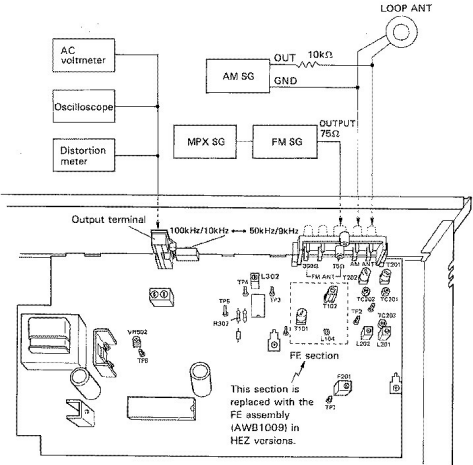

Fig. 6-1 Connection points and Adjustment points
- Les raccordements et les points de réglages sont représentés à la Fig. 6-1.
- For connections and points to be adjusted, refer to Fig. 6-1.